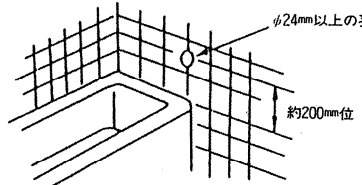

図9
1. 壁にφ24mm以上の孔をあけてください。標準タイプの取付壁厚は130~205mmです。(図9)